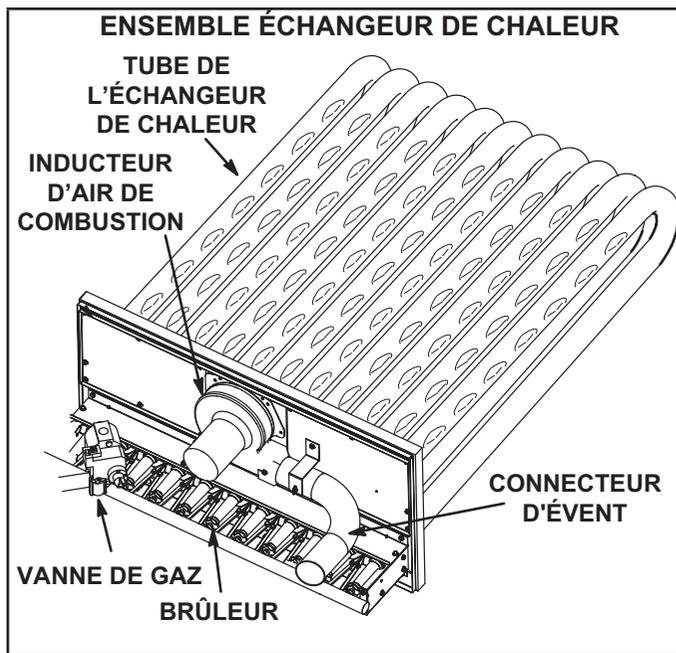

FIGURE 48
- 3 - Retirez et conservez les vis fixant l'inducteur d'air de combustion sur la boîte à fumée. Retirez et conservez les deux vis de fixation de la patte supportant le connecteur d'évacuation. Reportez-vous à la FIGURE 48.